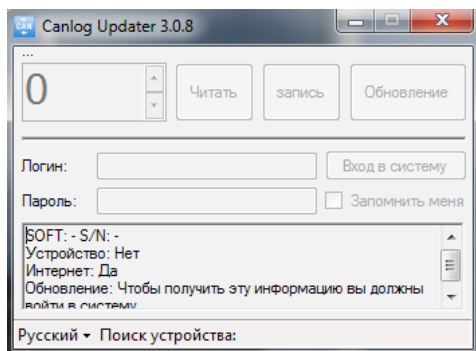

Рис.13. Программа Canlog Update
2. Запустить программу Canlog Updater (UCanlogUpdater.exe), Рис.13.